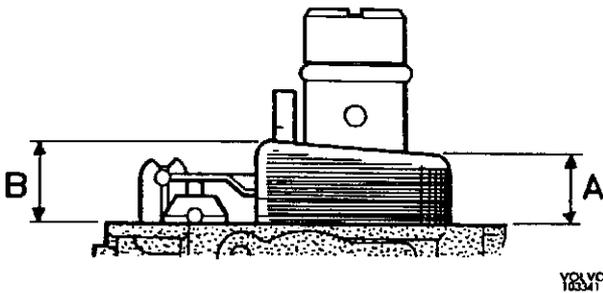

Abb. 102 Schwimmerniveau
Bei richtigem Schwimmerniveau soll der höchste Punkt des Schwimmers 15–17 mm (B) und der niedrigste Punkt 9–13 mm (A) oberhalb der Dichtfläche des Vergasergehäuses liegen, wenn das Schwimmerventil geschlossen ist. (Siehe Abb. 102.) Bei falschem Niveau hat eine Einstellung durch Biegen der Zunge für das Schwimmerventil zu erfolgen.